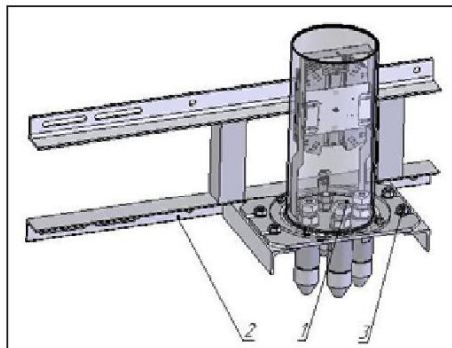

Рисунок 13 – Муфта МОПГ-М в сборе с кронштейном:
4.2.6 Закрепить муфту на кронштейне, установленном на анкерной опоре ЛЭП (рисунок 13; 14; 15).